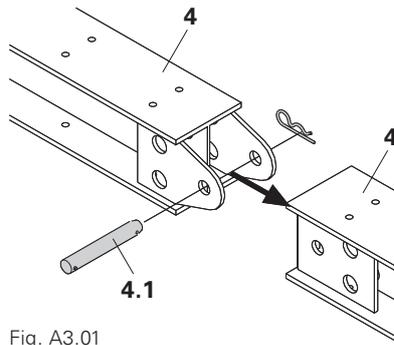

Fig. A3.01
2. Déposer les poutres inférieures (4) au lieu de mise en oeuvre (fondation). La poutre doit reposer sur toute sa surface.
3. Selon la longueur, relier et bloquer en position les poutres inférieures à l'aide d'axes et de goupilles de sécurité (4.1). (Fig. A3.01)